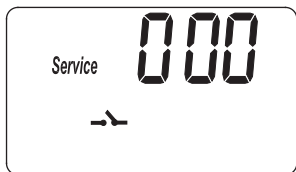
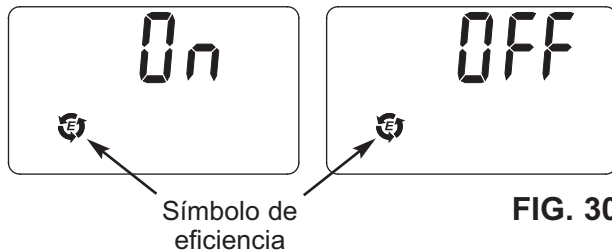
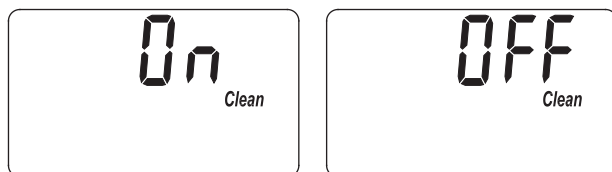

FIG. 29
FIG. 30
FIG. 31
1. Mantenga oprimido el botón PROGRAM (Programar) hasta que aparezca la pantalla que se indica en la Fig. 29. Cuando ello ocurra, oprima una vez el botón PROGRAM (Programar) y aparecerá una de las dos pantallas que se indican en la Fig. 30.
1. Mantenga oprimido el botón PROGRAM (Programar) hasta que aparezca la pantalla que se indica en la Fig. 29. Cuando ello ocurra, oprima dos veces el botón PROGRAM (Programar) y aparecerá una de las dos pantallas que se indican en la Fig. 31.